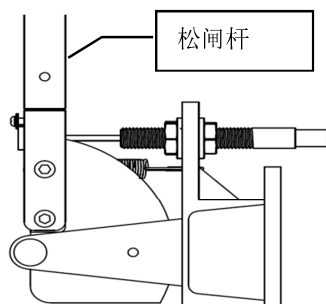

图 34 松闸手柄与控制装置
1. 用随机携带松闸杆与控制装置按照（P12 图 34）连接，将螺栓插入松闸杆与控制装置连接处见（P12 图 34）。